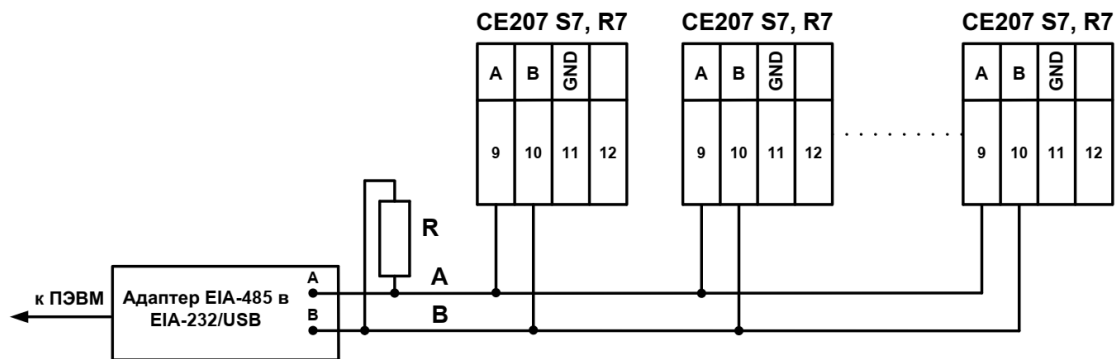

Рисунок 11 – Схемы подключения счетчиков CE207 с интерфейсом EIA-485 через внешний адаптер EIA-485/EIA-232, EIA-485/USB к ПЭВМ
- Согласно схеме (см. рисунок 11) подключить контакты А и В адаптера EIA- 485/EIA-232 к счетчику. Некоторые производители адаптеров EIA- 485/EIA-232 обозначают контакты А и В как «DATA +» и «DATA -» соответственно.